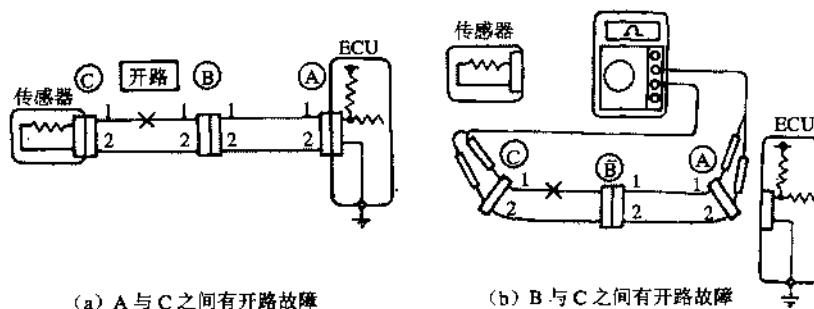

图 2.3 用测量电阻的方法检测开路故障
如图 2.3 所示为用测量电阻的方法检测开路故障，方法如下。
(1) 脱开连接器 B 与 C，测量 A 与 C 间的电阻。如果连接器 A 端子 1 与连接器 C 端子 1 之间不导通，而连接器 A 端子 2 与连接器 C 端子 2 之间导通，则说明连接器 A 端子 1 与连接器 C 端子 1 之间有开路故障，如图 2.3 (a) 所示。
(2) 脱开连接器 B，测量连接器 A 与 B、B 与 C 之间的电阻，如果连接器 A 的端子 1 与连接器 B 的端子 1 之间导通，而连接器 B 的端子 1 与连接器 C 的端子 1 之间不导通，则说明
连接器 B 的端子 1 与连接器 C 的端子 1 之间开路，如图 2.3 (b) 所示。